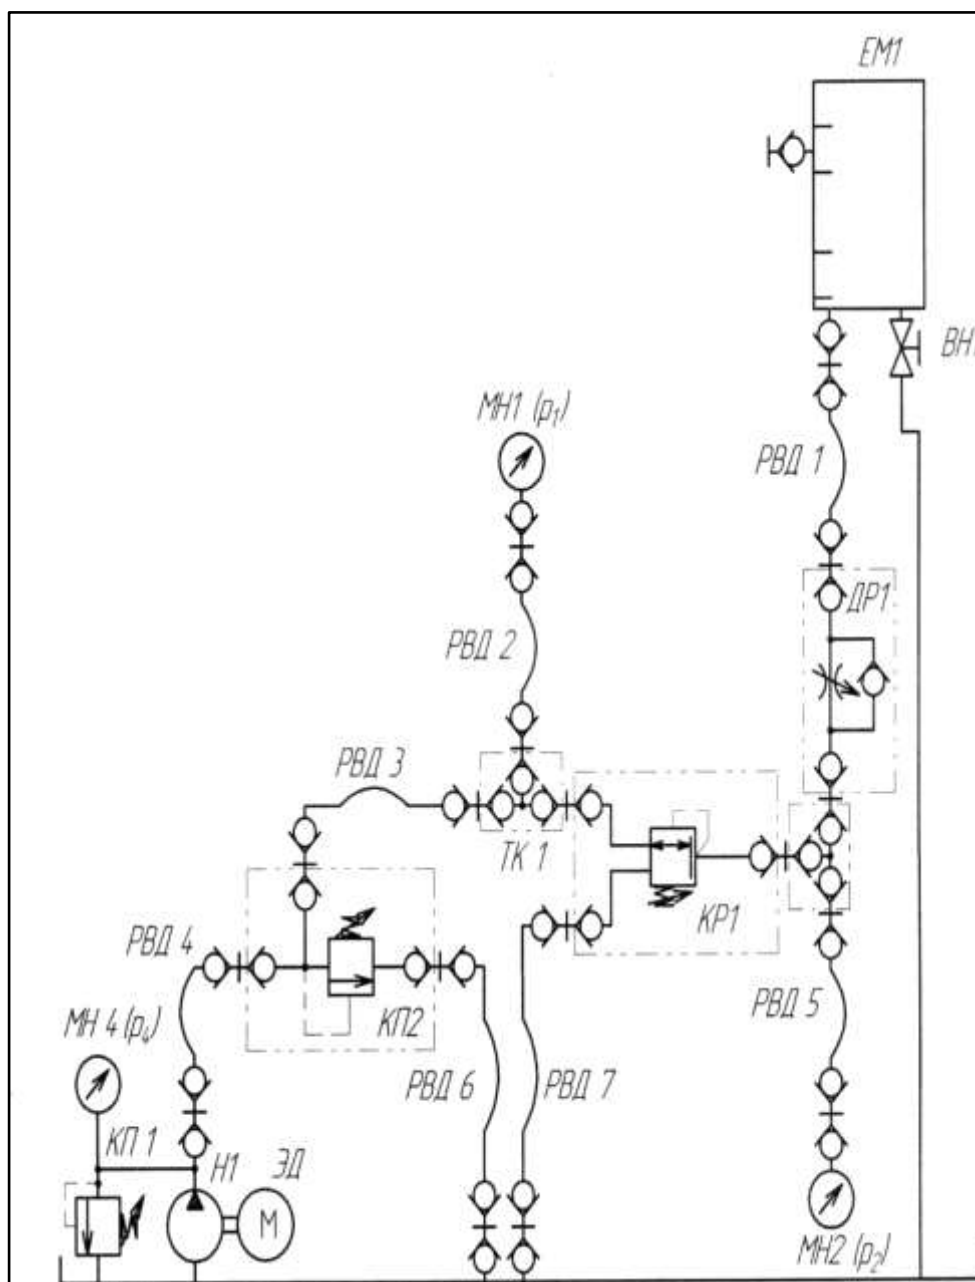

Рисунок 13.1 – схема гидравлическая
1. Выполнить чертеж схемы рис.13.1, 13.2 и проставить буквенно-цифровое обозначение.
2. Составить схему потоков для рис. 13.1, 13.2
3. Составить циклограммы для рис. 13.1, 13.2